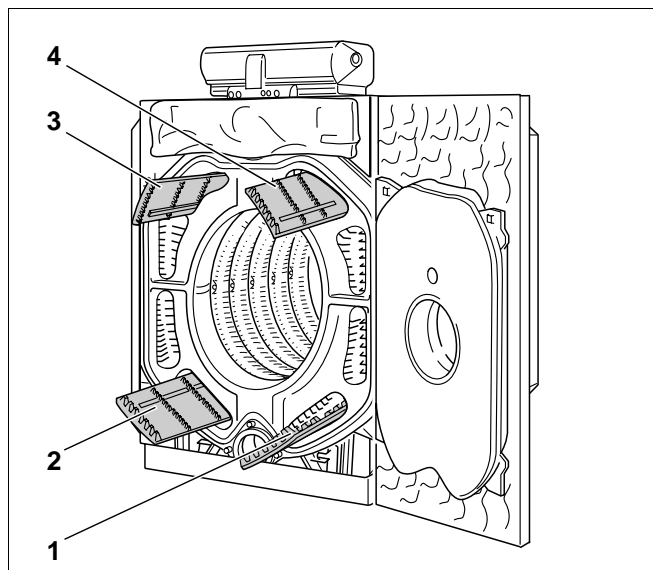

Fig. 55
- Løft retarderne frem og ud af røgslagene (Fig. 55, **pos. 1 – 4**).